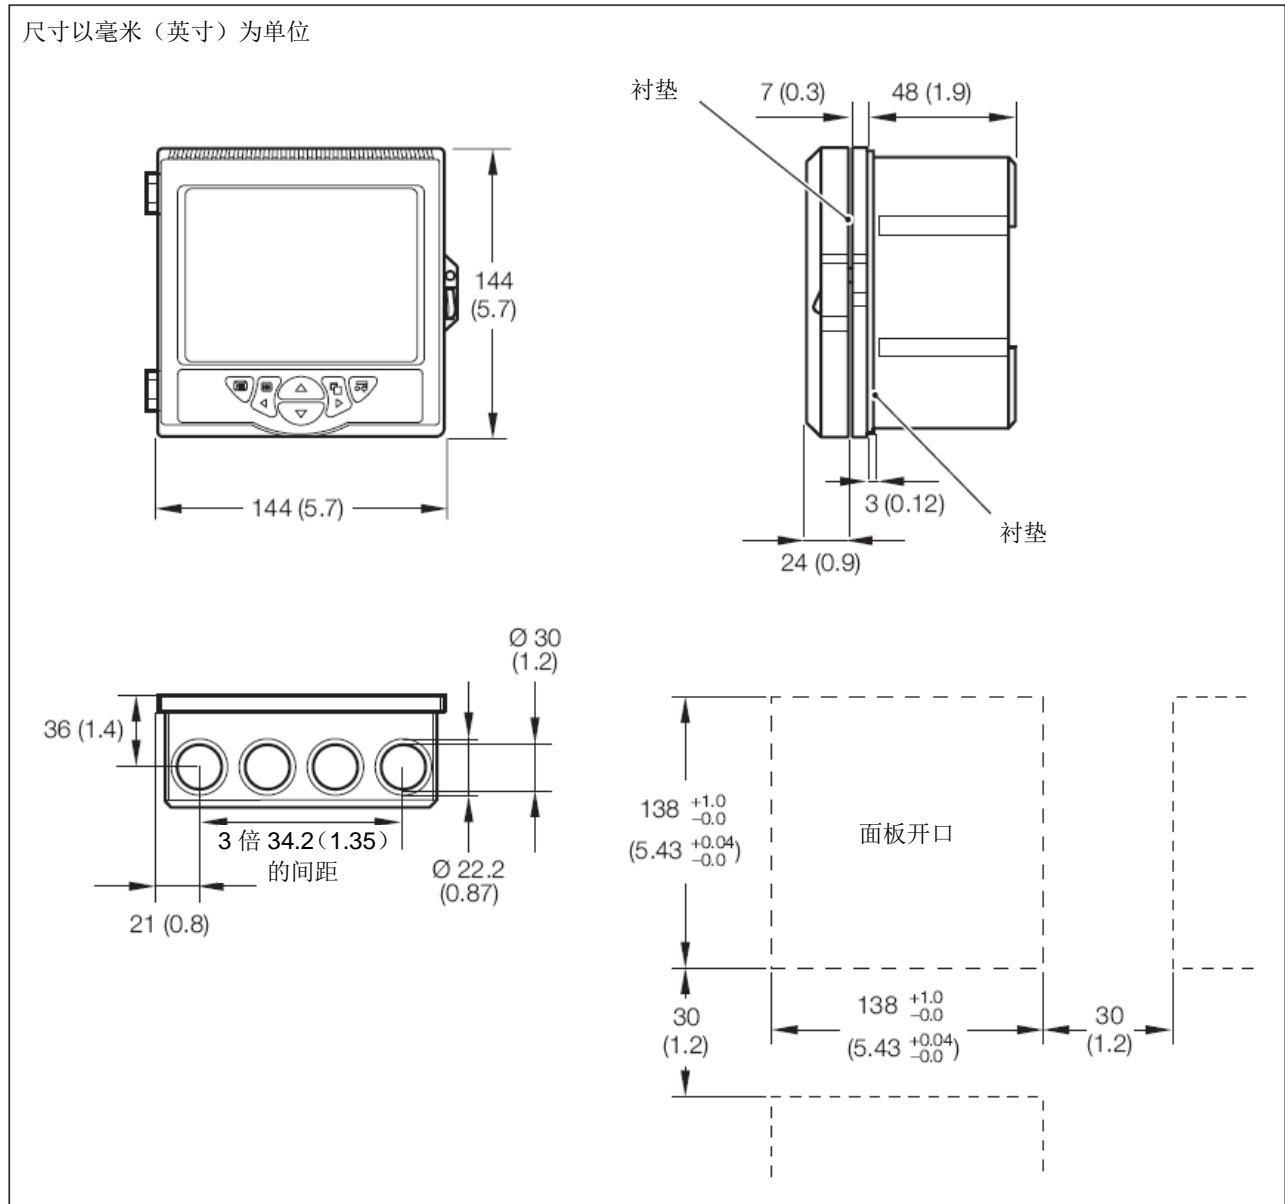

图2.3 安装尺寸
1. 在面板上切割出适当尺寸的孔 - 参见第 10 页图 2.3。